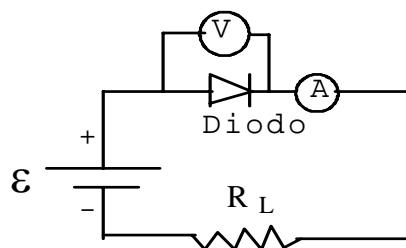

Figura 2
2. Seleccione la escala de 0-20 volts para el voltímetro y conéctelo en paralelo al diodo tal como se indica en la figura 2.